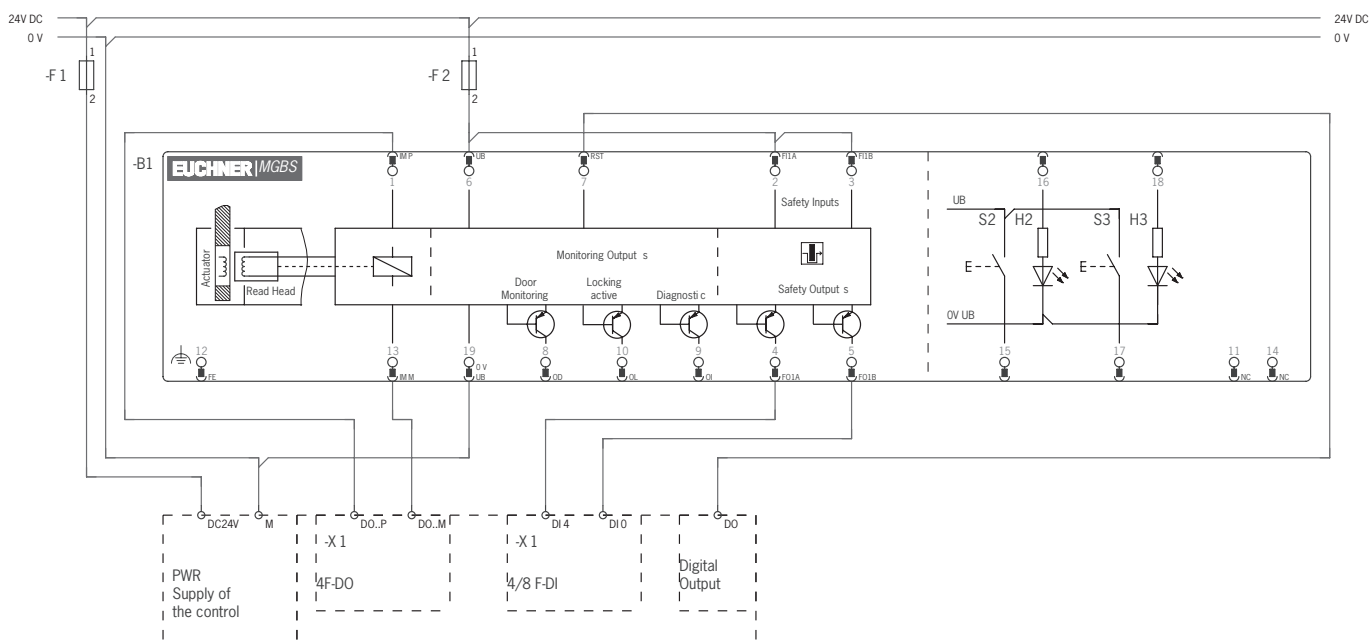

Fig. 7: Esempio per il collegamento su ET200
- ▶ Con il comando a due canali della tensione del magnete attraverso le uscite sicure di un sistema di controllo, tener conto dei seguenti punti (vedere anche la Fig. 7 a pagina 35):